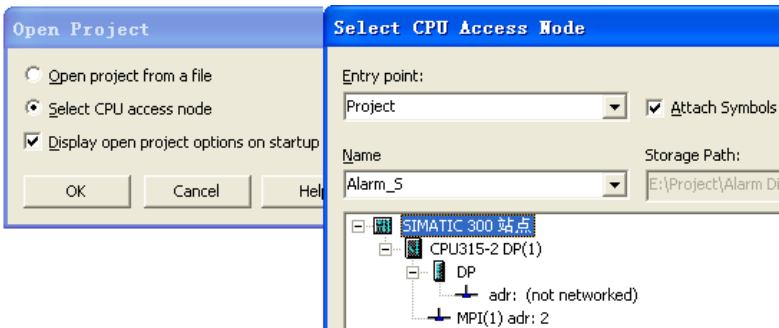
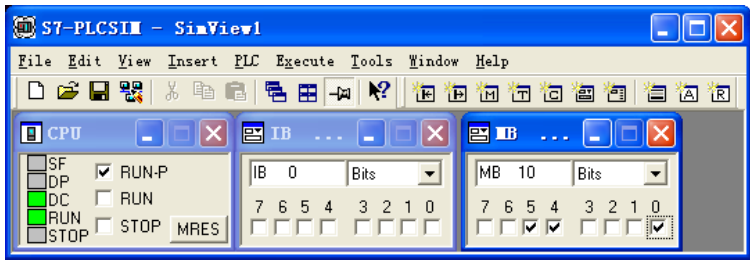

图 8-9 打开 PLCSIM
图 8-10 PLCSIM
点击 STEP 7 的 SIMATIC 管理器工具栏上的 按钮，出现“Open Project”对话框（见图 8-9）。点击“OK”按钮，双击出现的对话框中 CPU 的 MPI 地址（MPI (1) adr: 2），打开 S7-PLCSIM（见图 8-10）。与此同时，自动建立了 STEP 7 与仿真 CPU 的 MPI 连接。
用鼠标点击 PLCSIM 的 MB10 视图对象最低位对应的小方框(M10.0)，方框内出现“√”（见图 8-10），CPU 的 M10.0 变为 1 状态。它触发 FB 1 调用的 SFC 17，OB1 中编号为 DW#16#60000001 的消息号被发送到 TP 177B，模拟运行画面出现报警窗口和闪动的报警指示器（见图 8-11），报警窗口中是 1 号电机故障的消息。M10.4（SFC 19 的输出变量 STATE，触发消息的信号 M10.0 的状态）同时变为为 1 状态。